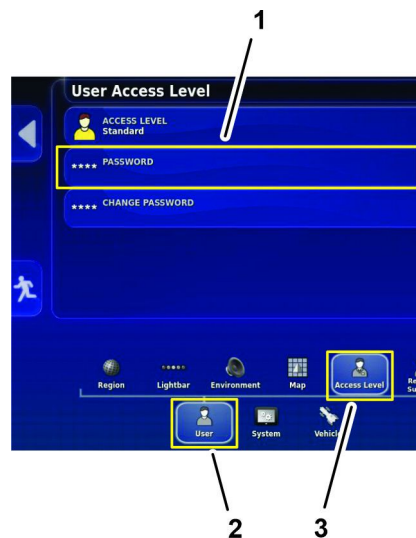

Figura 247
4. No ecrã de configuração, pressione o ícone UTILIZADOR e, em seguida, o ícone NÍVEL DE ACESSO (Figura 247).
5. Pressione o ícone PALAVRA-PASSE (Figura 247).